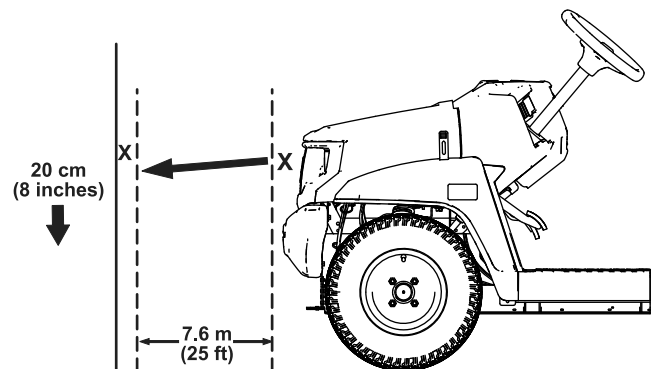

Figura 55
1. Aparque la máquina en una superficie nivelada con los faros a unos 7.5 m (25') de una pared (Figura 55).
La parte más brillante del haz del faro debe estar a 20 cm (8") por debajo de la marca hecha en la pared (Figura 55).